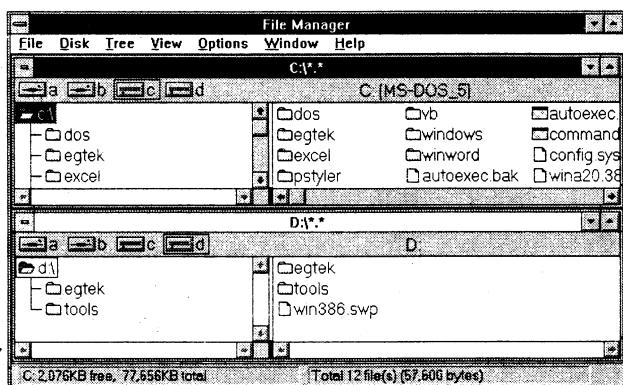

图3 文件管理器(二)
- (1) 单击 C 盘驱动器肖像;
- (2) 单击 D 盘驱动器肖像;
- (3) 选取 Windows 菜单中 Tile 命令,OK。(图3 为 Tile 命令执行后情形)